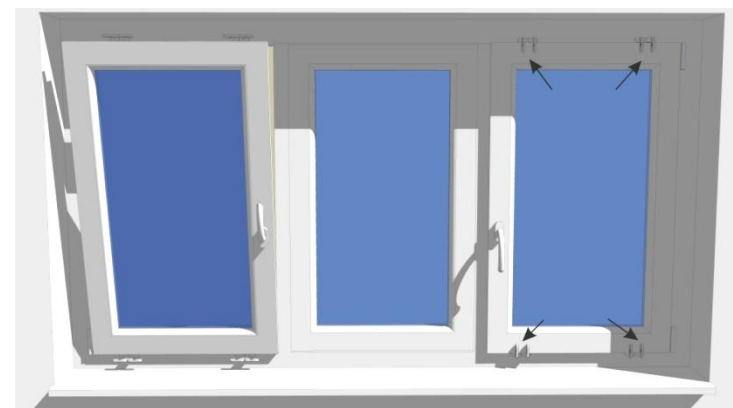

рис.3
- 3. Общий вид окна** (см.**рис.3**) с установленными механизмами безопасности DEFAS в открытом и закрытом состоянии